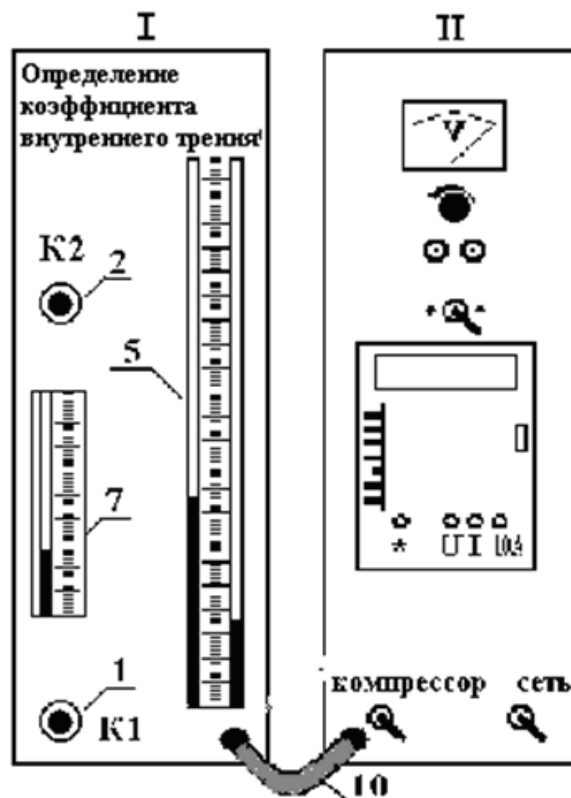

Рис. 5.1. Лабораторный комплекс
Лабораторная установка для изучения явлений переноса состоит из двух модулей (рис. 5.1). В модуле I расположены две емкости, соединен-
**3.3.1.** Включите (см. рис. 5.1) тумблеры «сеть», «компрессор» и нажмите на клапан К1. По стеклянной мерной трубке 7 следите за перемещением уровня воды. При достижении нижним краем мениска отметки 90 выключите тумблер «компрессор», от-